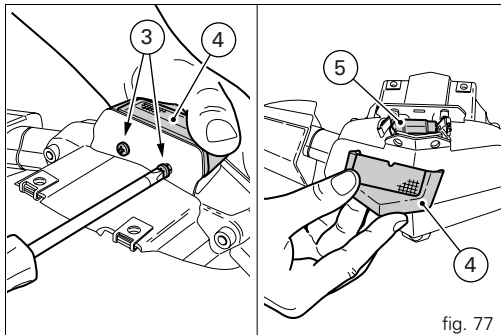

fig. 77
Enlever la coupelle avec élément transparent et remplacer l'ampoule (5) de la plaque d'immatriculation (fig. 77).